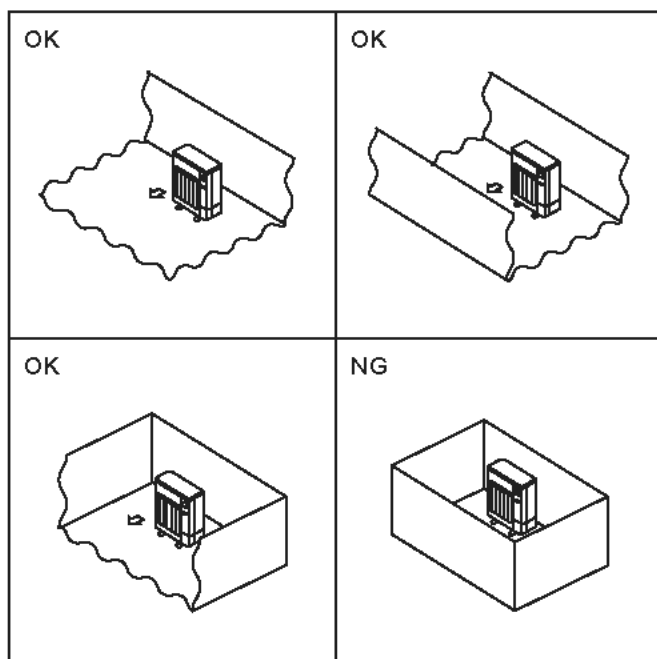

Fig. 2-1
- ☉ Installera utomhusenheter på en tillräckligt stor plats där minst en av de fyra sidorna är öppen och det inte finns några nedsänkningar. (Fig. 2-1)